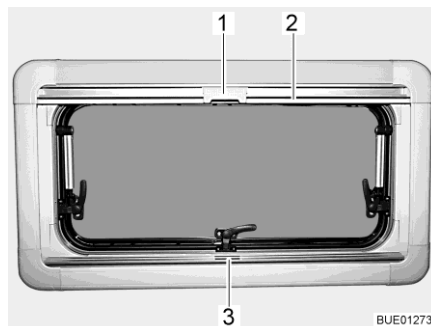

Fig. 119 Fenêtre projetante
- Saisir le dispositif occultant plissé par le centre de la barre-poignée (Fig. 119,3), le tirer du bas vers le haut et le relâcher à la hauteur voulue. Le dispositif occultant plissé reste alors à cette hauteur.
- Tirer la moustiquaire par la barre-poignée (Fig. 119,2) vers le bas jusqu'à ce qu'elle entre en contact avec celle du dispositif occultant plissé (Fig. 119,3).
- Verrouiller le cran (Fig. 119,1) de la moustiquaire avec la barre-poignée du dispositif occultant plissé.
- Presser le cran (Fig. 119,1) en haut de la moustiquaire vers l'arrière.
- Ramener lentement la moustiquaire en arrière au moyen de la barre-poignée (Fig. 119,2).